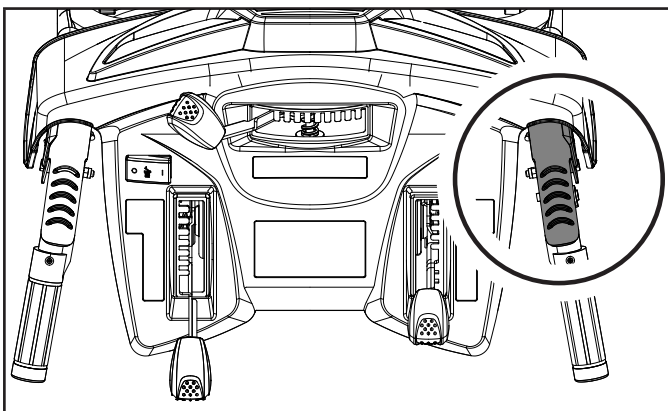

Figure 15
1. Situé sur le côté droit (derrière la souffleuse). Poussez ce levier vers la poignée pour activer la vis sans fin et la turbine. Si le levier de commande de la vis sans fin est relâché, le mouvement de la vis sans fin cesse. (figure 15)